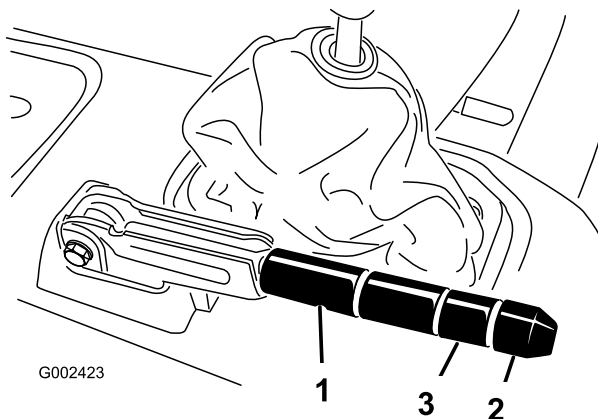

Figura 63
2. Afloje el tornillo de fijación que sujeta el pomo a la palanca del freno de estacionamiento (Figura 63).